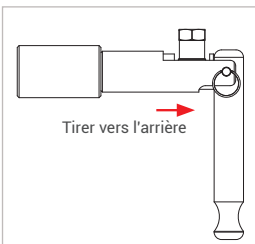

Figure 6
- ▶ Tirez légèrement sur le connecteur (flèche rouge *Figure 6*) dans le sens inverse du raccordement pour s'assurer de sa bonne fixation.